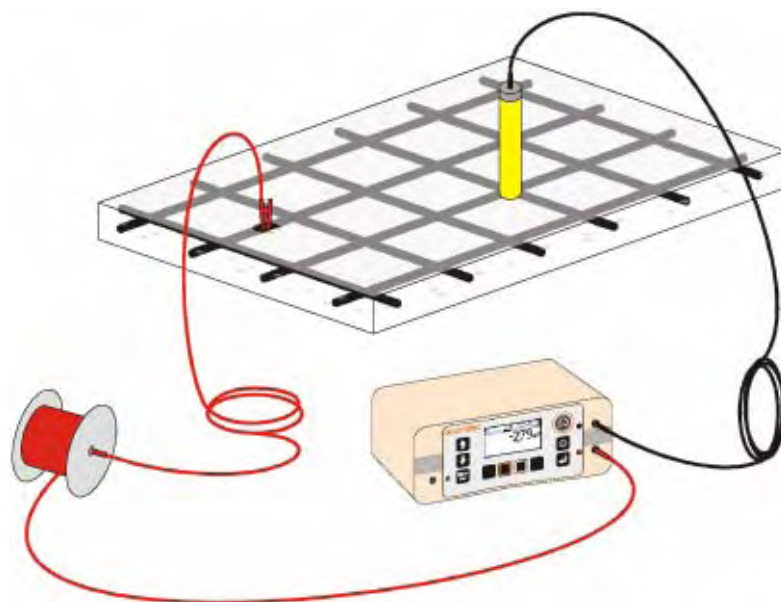

図14:ハーフセル計測のための典型的な計器配置
- 赤色ケーブルと延長用リールを、露出した鉄筋と鉄筋探査機の赤色ターミナル部に接続して下さい。(図14)